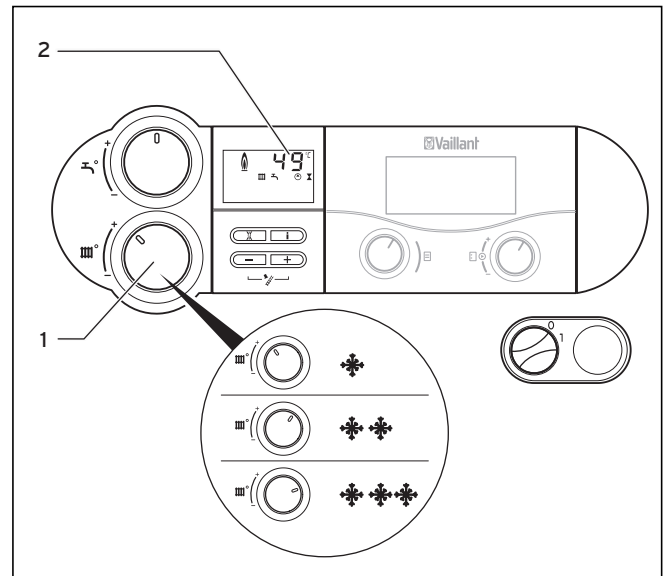

Fig. 6.8 Indstilling af fremløbstemperatur uden regulering
Hvis der ikke er tilsluttet nogen ekstern regulering, ind- stilles fremløbstemperaturen med drejeknappen (1) (Fig. 6.8) svarende til den pågældende udetemperatur. I det tilfælde anbefaler vi følgende indstillinger:
Når temperaturen indstilles, vises den indstillede tempe- ratur på DIA-systemets display (2) (Fig. 6.8) Efter tre sekunder forsvinder denne visning, og på displayet vises igen standardvisningen (varmeanlæggets aktuelle fremløb- stemperatur).